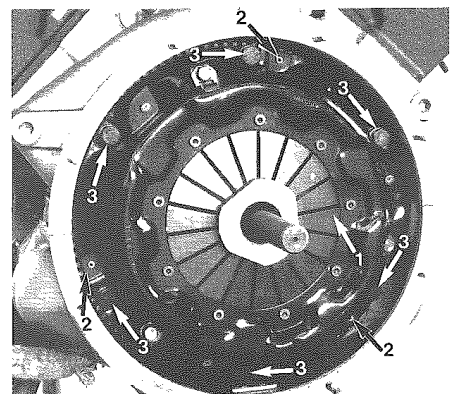

Fig. 8 - 1 - Molle a diaframma
- Smontare lo spingidisco: allentare di $1 \div 1/2$ giri una dopo l'altra le viti di fissaggio finché la frizione è scaricata (**Fig. 8**).
- Remove the pressure plate: slacken the fixing screws $1 \frac{1}{2}$ turn, one after the other, till the clutch is completely discharged (**Fig. 8**).
- Inserire lo spingidisco nelle spine di centraggio (**Fig. 8**); serrare di $1 \div 1/2$ giri una dopo l'altra le viti di fissaggio fino alla coppia di serraggio prescritta (vedi pag. 7-1).
- Insert pressure plate in the centering pins (**Fig. 8**); lock the fixing screws, one after the other, $1 \div 1/2$ turn till the indicated torque loading (see page 7-1).